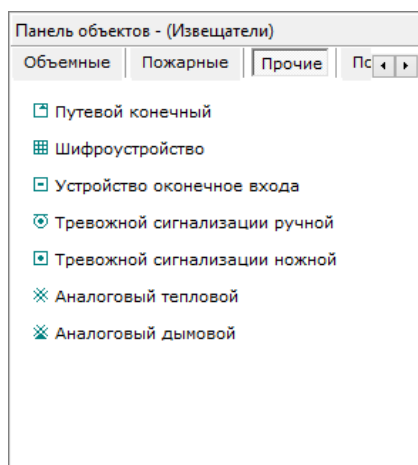

**Рисунок 6-482 Панель объектов
- Пожарные (см. Рисунок 6-482),